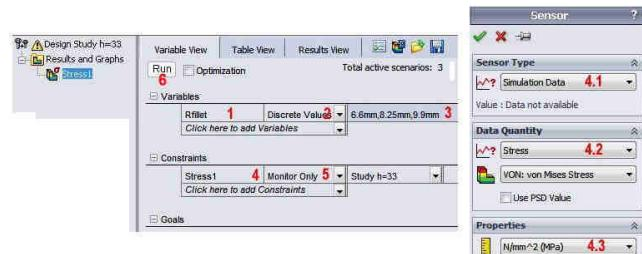

Fig. 12.12
- Click **Insert → Design Study → Add**; va fi afișată secțiunea **Design Study** la baza ferestrei grafice **Parameters**, fig. 12.12.
- Click **Insert → Design Study → Add**; will be displayed the **Design Study** tab at the bottom of the graphic area, fig. 12.12.